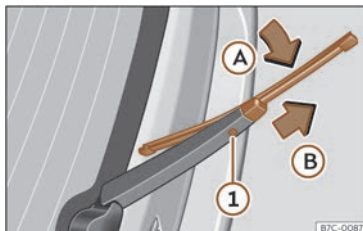

Fig. 185 Înlocuirea lamei ștergătorului lunetei
- Rotiți ușor lamela >>> **fig. 185** (săgeata **A**).